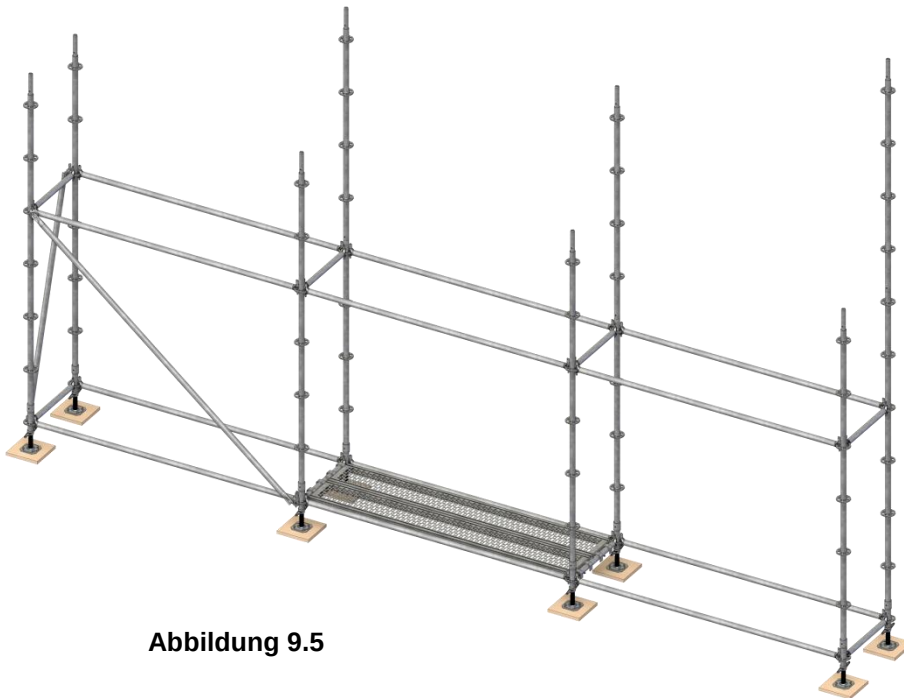

Abbildung 9.5
- 9.7 Diagonalen/Stirnseitenverstärkungen sind zumindest an jedem 5. Feld von unten bis oben am Gerüst oder wie vom Entwurf gefordert zu befestigen, siehe Abbildung 9.5.